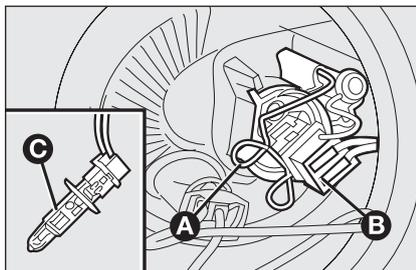

fig. 22
- sganciare la molletta fermalamпада **A-fig. 22**;